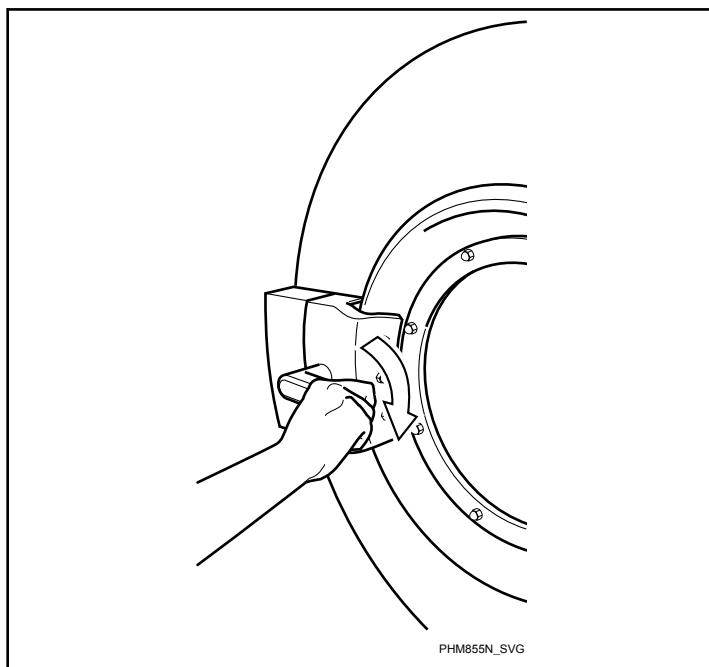

Figura 40
2. Girare la maniglia in senso orario e aprire il portello nel verso sinistro. Consultare la *Figura 40*.